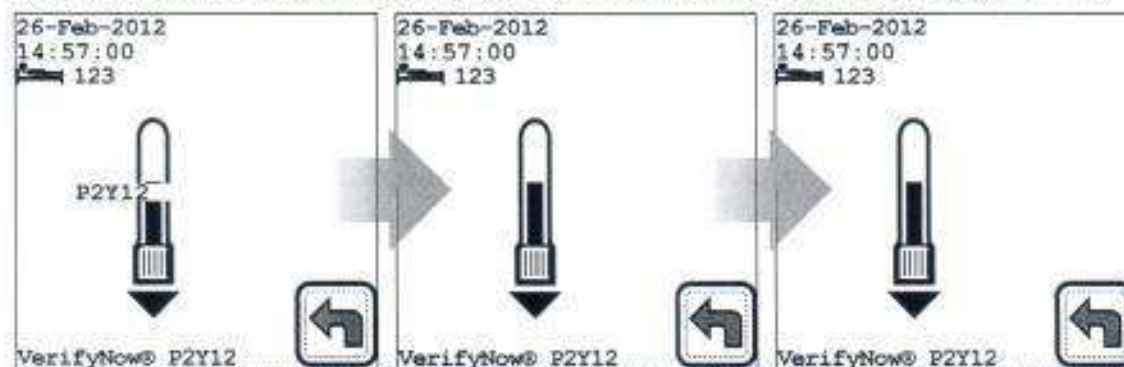

Figura 4-14 Progreso de la prueba
12. El instrumento extrae automáticamente la muestra del tubo de recolección al vacío hacia el dispositivo de prueba, calienta la muestra e inicia el análisis de la muestra. Durante este tiempo, la pantalla iluminará el icono del dispositivo de prueba de manera intermitente, indicando que la muestra se está procesando. No abra la cubierta hasta que la prueba se haya completado y se muestre el resultado. Se mostrará una calculadora cuando la prueba esté a punto de completarse (Figura 4-14).